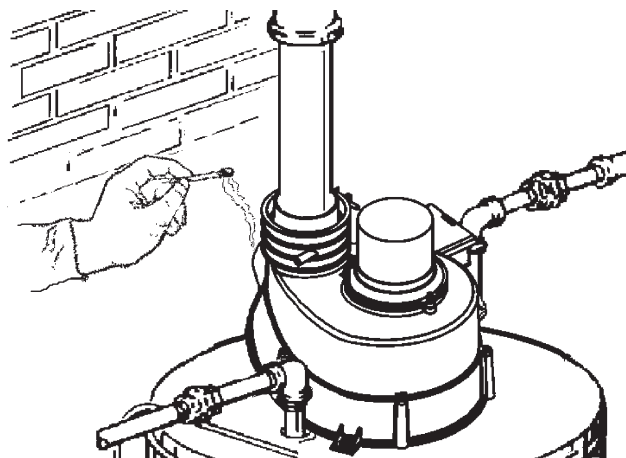

FIGURE 12
- VÉRIFICATION DU TIRAGE. Faire fonctionner le chauffe-eau pendant plusieurs minutes et vérifier si la ventilation est adéquate en passant une allumette ou un papier allumé près de l'ouverture de la boîte de dilution de l'air (fig. 12). Si le tirage est adéquat, la flamme de l'allumette sera attirée vers la boîte de dilution. Sinon, les produits de combustion éteindront la flamme. Si le tirage est inadéquat, arrêter le chauffe-eau jusqu'à ce que les ajustements ou réparations nécessaires aient été effectués pour assurer un tirage adéquat vers l'évent.